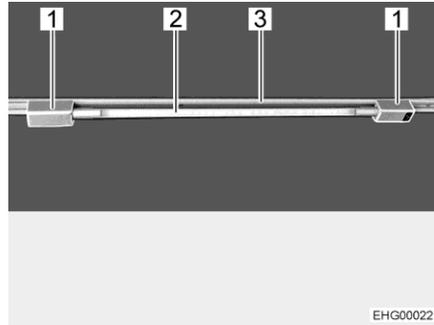

Fig. 33 Lampada tubolare
- Inserire i due supporti (Fig. 33,1) nella rotaia (Fig. 33,3). A tale scopo, ruotare i supporti di 90°.
- Infilare il corpo lampada (Fig. 33,2) in uno dei supporti.
- Ruotare il corpo lampada (Fig. 33,2), finché non si raggiunge l'effetto luminoso desiderato.